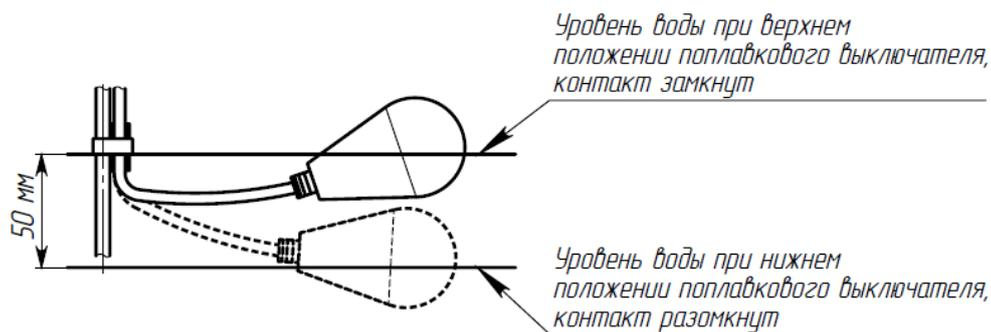

Рисунок 8 - Схема работы поплавкового выключателя при изменении уровня воды.
2.3.16 Проверить мультиметром работоспособность поплавкового выключателя (рисунок 8), контакт в верхнем положении должен быть замкнут, в нижнем - разомкнут.